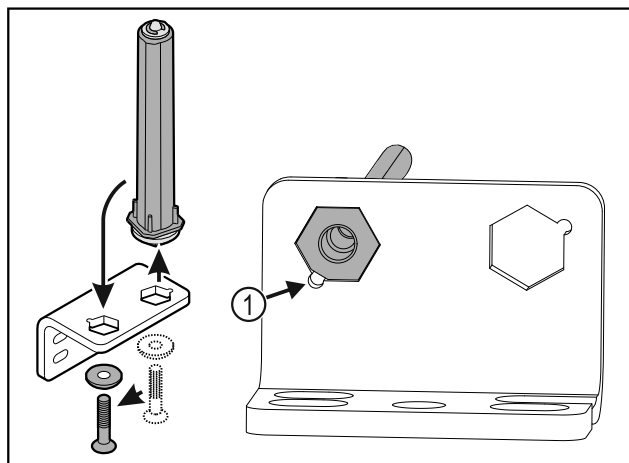

Fig. 25
- ▶ Vær derved opmærksom på, at boltens affasning Fig. 25 (1) peger mod det runde hul under isætningen.